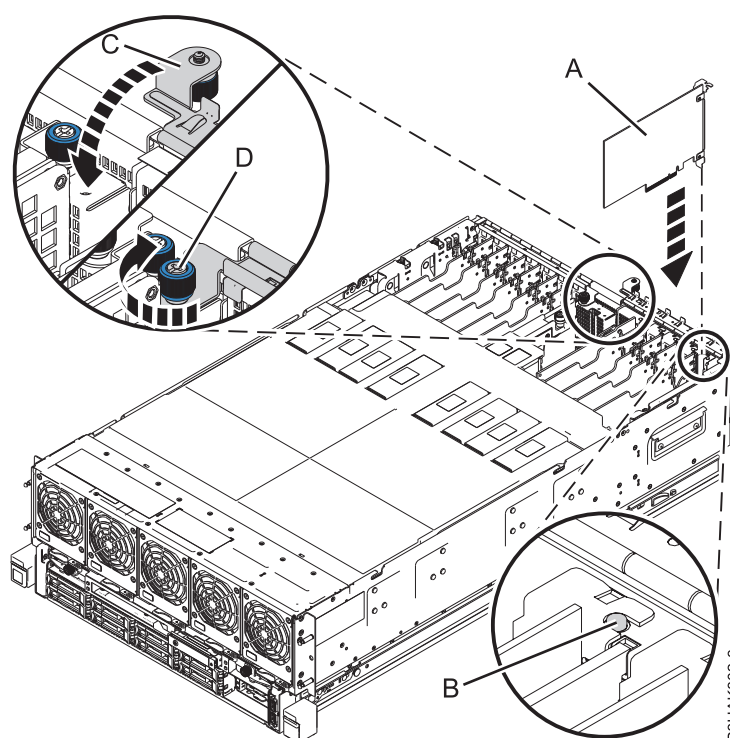

Figura 28. Instal·lació o substitució d'un adaptador PCIe al sistema 8408-44E o 8408-E8E
7. Agafeu amb compte l'adaptador per l'extrem superior o per la contrapunta i alineu-lo amb la ranura i el seu connector de la placa posterior del sistema **(A)**, tal com es mostra a Figura 28.